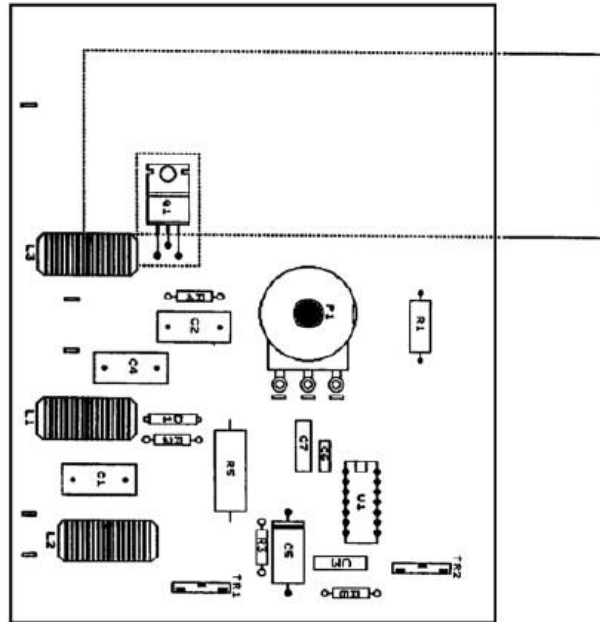

Figura 22: Componentes internos.
- En un extremo de la placa de circuito impreso hay dos potenciómetros de compensación designados como TR1 y TR2 (Ver Figura 22).